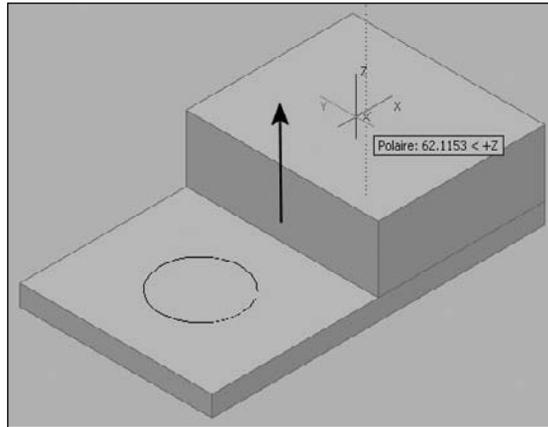

Fig.17.42
- 5] Faites glisser la souris pour tirer sur la zone délimitée. Cliquez ou entrez une valeur pour spécifier la hauteur (fig.17.42).